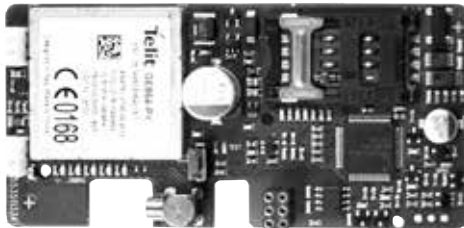

Abbildung 1
- 2 Das GSM-Modul in den Modulbereich 2 montieren (siehe Abbildung 1, Seite 3).